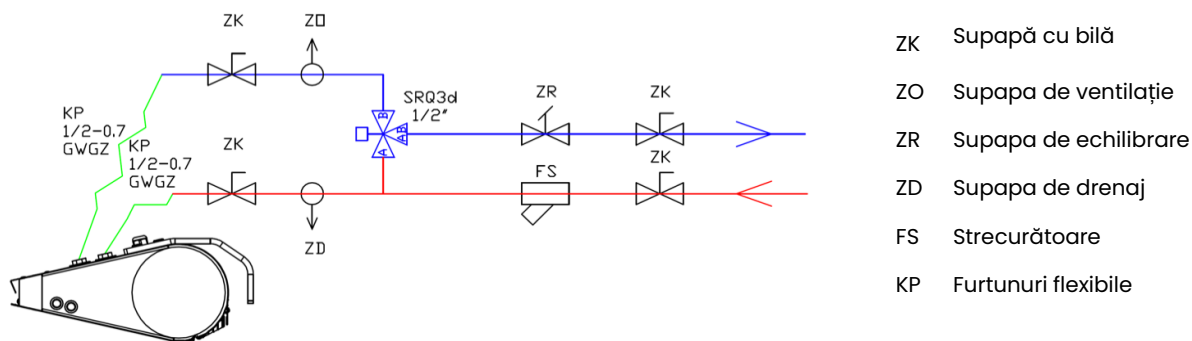

FIG. 17.3. UN EXEMPU DE SISTEM DE CONEXIUNE PENTRU ELEMENTE HIDRAULICE.
3. Instalarea trebuie realizată astfel încât, în caz de defecțiune, să fie posibilă demontarea dispozitivului (se recomandă utilizarea furtunurilor flexibile). Pentru a face acest lucru, folosește supapele de închidere de lângă dispozitiv (Fig. 17.3).